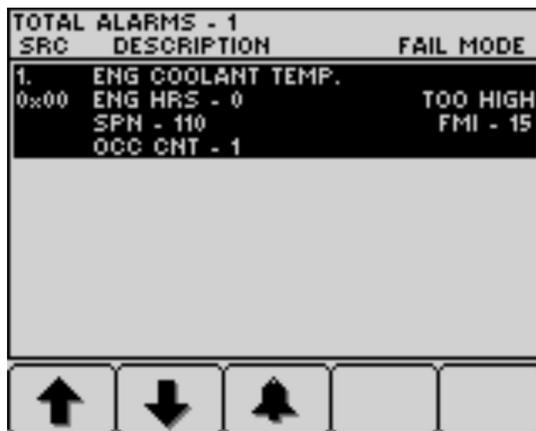

図 35
3. ボタン1-5で、不具合の内容を確認する図 35。
4. ボタン1-5で、不具合の内容を確認する図 35 エンジン関係のアドバイス (ページ 30)を参照。